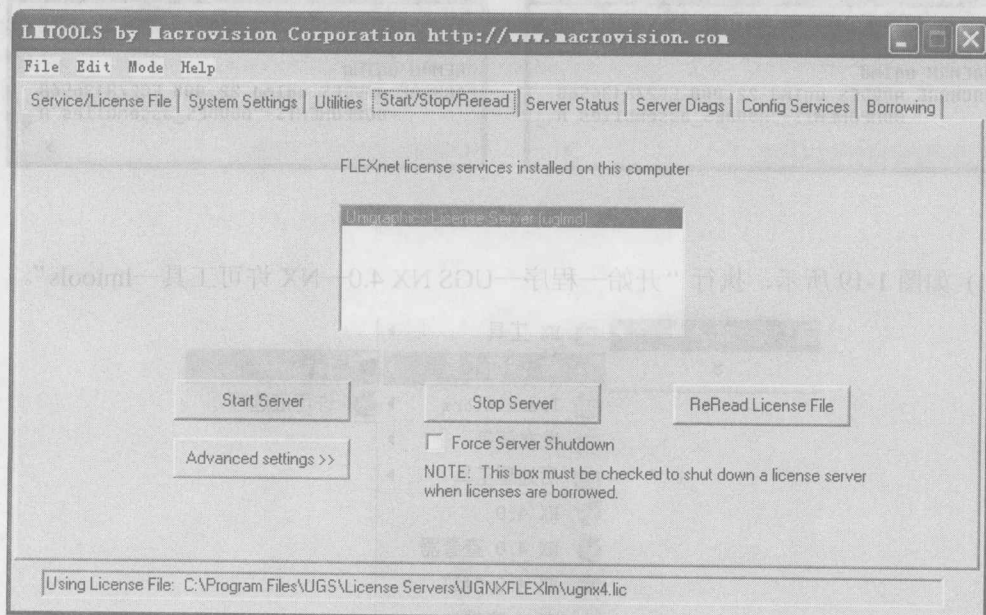

图 1-21 重启 server
(13) 如图 1-21 所示, 在对话框中, 选择 “Start/Stop/Reread” 选项卡, 单击 “Stop Server” 按钮后, 再单击 “Start Server” 按钮, 操作将重新启动一次许可服务器。